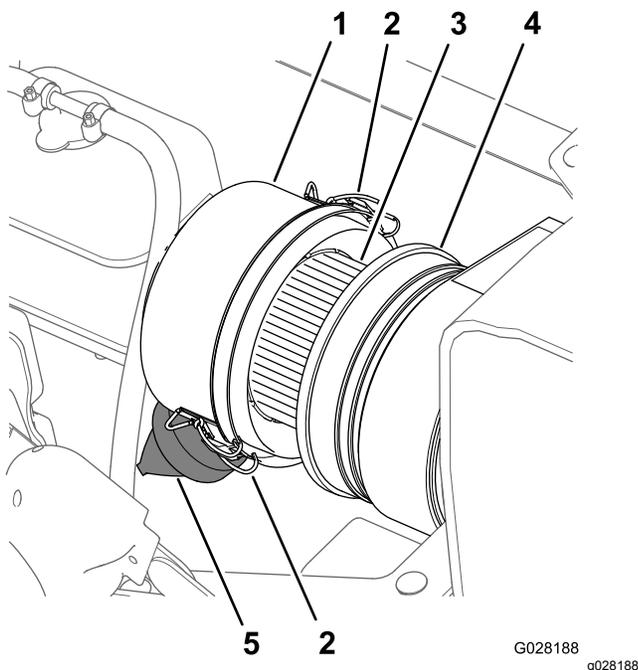
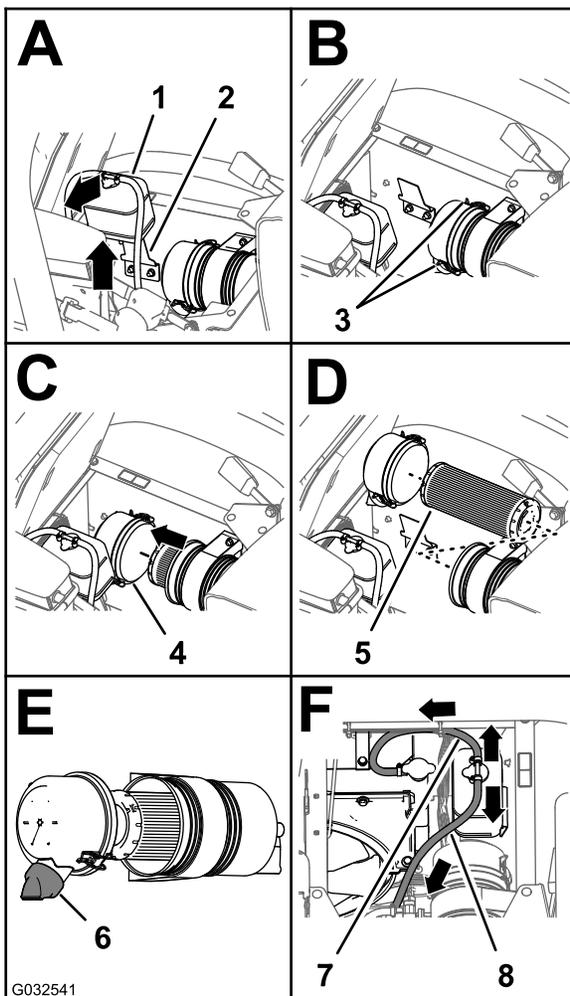

Figure 67
Figure 68
3. Nettoyez le capuchon antipoussière et le boîtier du filtre à air (Figure 67).
4. Recherchez sur le boîtier du filtre à air des dommages susceptibles d'occasionner des fuites d'air (Figure 67).
5. Pressez la valve à poussière pour éliminer les saletés, la poussière et les débris (Figure 67).
7. Vérifiez que l'élément du filtre à air ne présente pas de dépôts excessifs de poussière, saleté ou débris (Figure 67).
8. Reposez le capuchon antipoussière sur le boîtier du filtre à air et fixez-le en place avec les 2 attaches (Figure 67).
2. Nettoyez le capuchon antipoussière et le boîtier du filtre à air (Figure 67).
3. Soulevez le réservoir de trop-plein de liquide de refroidissement pour le déposer de son support (Figure 68).
- Desserrez les 2 attaches qui fixent le capuchon antipoussière sur le boîtier du filtre à air (Figure 68).
- Nettoyez l'intérieur du capuchon antipoussière, du boîtier du filtre à air et de la valve à poussière avec un chiffon humide (Figure 67 et Figure 68).
- Insérez l'élément filtrant neuf dans le boîtier du filtre à air (Figure 68).
- Reposez le couvercle sur le boîtier du filtre à air et fixez-le en place avec les 2 attaches (Figure 68).
**Remarque:** Vérifiez que la valve à poussière s'aligne bien entre les positions 5 et 7 heures vu de l'extrémité (Figure 68).
- Placez le réservoir de trop-plein du liquide de refroidissement en face de son support et fixez solidement le réservoir (Figure 68).
**Important:** Vérifiez que le flexible de décharge de pression est dirigé vers l'avant et le bas et que le flexible d'évent du réservoir est dirigé vers l'arrière, comme montré à la Figure 68.